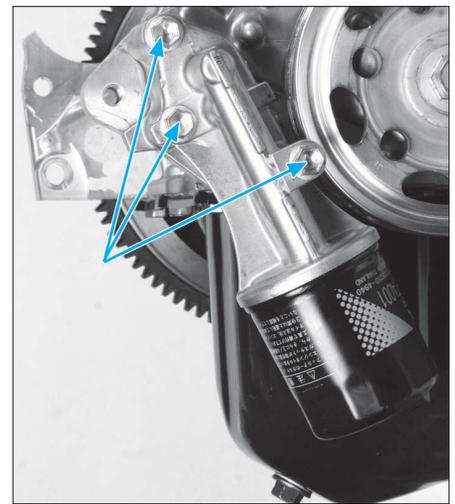

FIG. 26
- Déposer le support de filtre à huile et son joint (Fig.26).